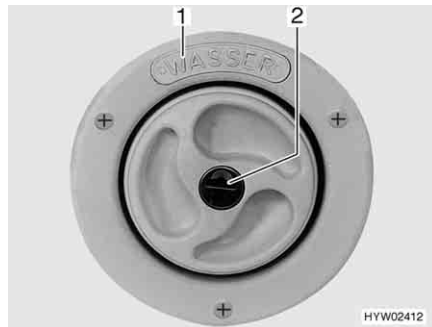

Bild 40 Verschlussdeckel für Frischwasser-Einfüllstutzen
- ▷ Der Frischwasser-Einfüllstutzen ist durch den Schriftzug "WASSER" (Bild 40,1) gekennzeichnet.
- Schlüssel in Schließzylinder (Bild 40,2) stecken und entgegen dem Uhrzeigersinn drehen.